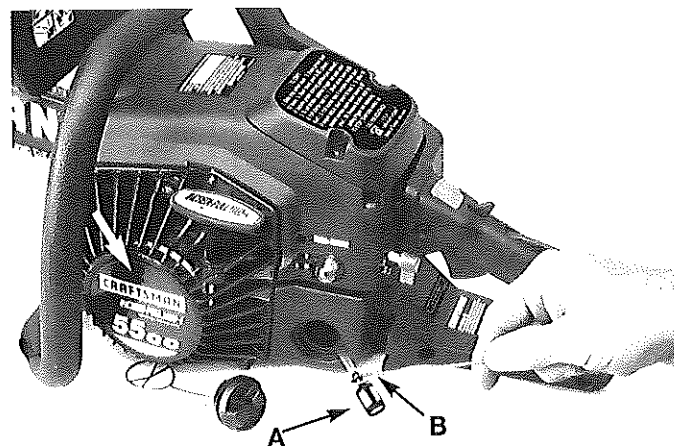

Fig. 32
1. Saque el filtro (A) del tanque con un cable doblado (B) o una aguja larga. Desconecte el filtro y tirelo (Fig. 32).